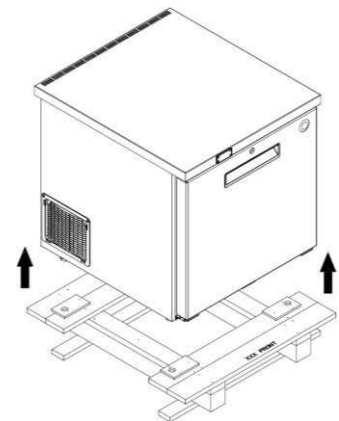

Fig. 3
- Skabet kan løftes af pallen for at fjerne træpallen (se fig. 3)